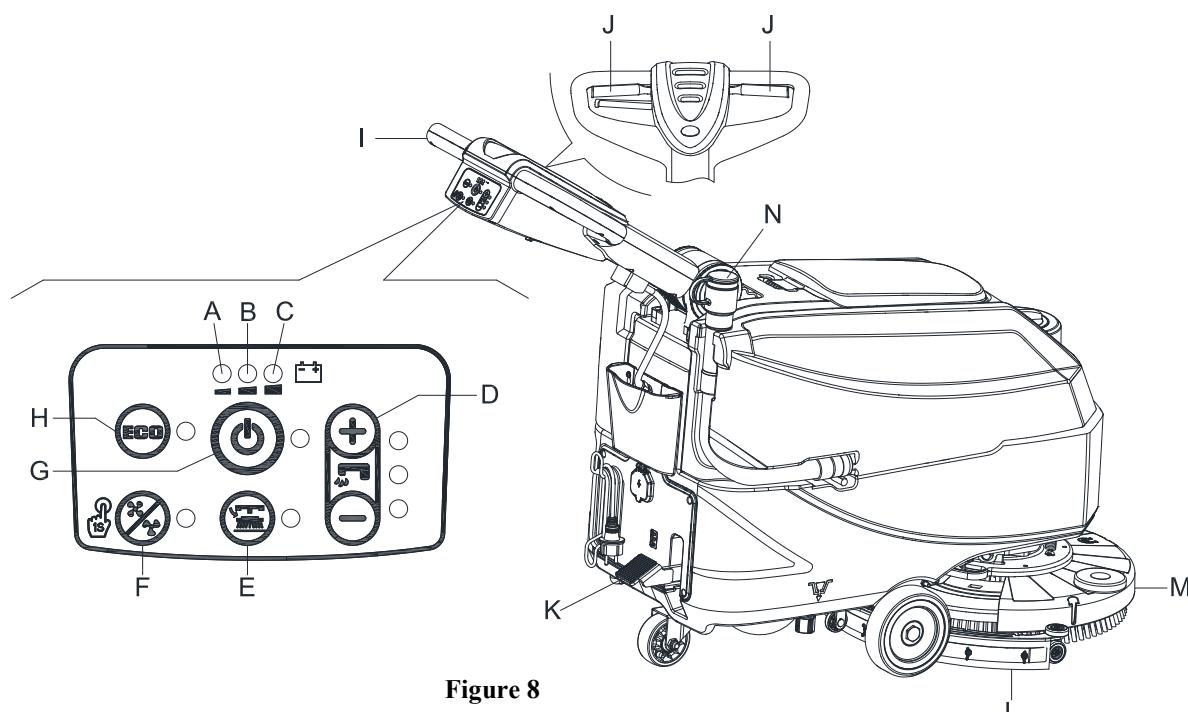
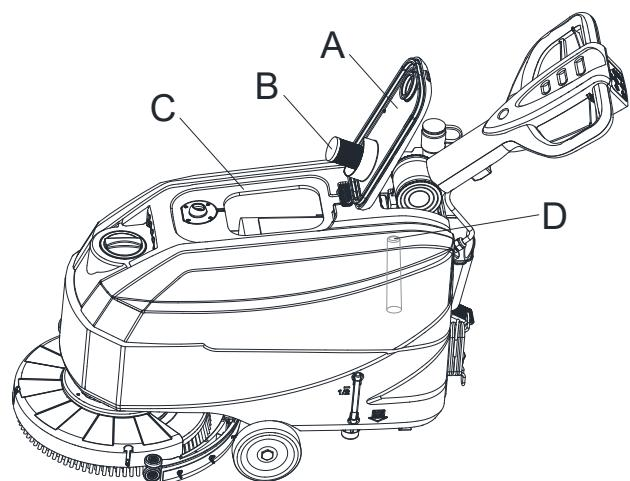

Figure 8
Figure 10
- Poussez la machine jusqu'à la zone à nettoyer en laissant les mains sur le guidon (I, Figure 8).
- Abaissez la tête de lavage (M, Figure 8) et la raclette (L) en soulevant la pédale (K).
- Appuyez sur l'interrupteur de démarrage (G, Figure 8). Vérifiez que le voyant d'avertissement vert (C) s'allume (batterie chargée). Si le voyant d'avertissement jaune (B) ou rouge (A) s'allume, éteignez le commutateur d'alimentation (G, Figure 8) et chargez les batteries (voir la procédure au chapitre Entretien).
- Appuyez sur les commutateurs de contrôle du débit d'eau de lavage (D, Figure 8) selon le type de nettoyage à effectuer.
- Commencez le nettoyage en poussant la machine avec les mains sur le guidon (I) et en appuyant sur le levier du contacteur de sécurité (J).
2. Tout en gardant les deux mains sur le guidon, appuyez sur le levier du contacteur de sécurité (J, Figure 8), puis manœuvrez la machine et commencez à laver/sécher le sol.
Lorsque le témoin d'avertissement vert (C, Figure 8) reste allumé, les batteries permettent à la machine de fonctionner normalement. Lorsque le témoin d'avertissement vert (C) s'éteint et que le témoin d'avertissement jaune (B) s'allume, il est conseillé de charger les batteries, car la charge restante ne dure que quelques minutes (en fonction des caractéristiques de la batterie et du travail à effectuer). Lorsque le voyant d'avertissement rouge (A) s'allume, les batteries sont complètement déchargées. Au bout de quelques secondes, la tête de lavage est automatiquement éteinte.
Un système automatique de fermeture à flotteur (B, Figure 10) bloque le système d'aspiration lorsque le réservoir d'eau de récupération (C) est plein. La désactivation du système d'aspiration est indiquée par une augmentation soudaine de la fréquence du bruit du moteur du système d'aspiration, le sol aussi ne sera pas sec.
Si le système d'aspiration s'éteint accidentellement (par exemple, lorsque le flotteur est activé en raison d'un mouvement soudain de la machine), pour reprendre l'opération : mettez hors tension le système d'aspiration en appuyant sur l'interrupteur (G, Figure 8), puis ouvrez le capot (A, Figure 10) et vérifiez que le flotteur à l'intérieur de la grille (B) est descendu jusqu'au niveau d'eau. Fermez ensuite le couvercle (A) et mettez le système d'aspiration sous tension en appuyant sur le commutateur (G, Figure 8).
Lorsque le réservoir d'eau de récupération (C, Figure 10) est plein, le vider selon la procédure suivante.
2. Soulevez la tête de lavage (M, Figure 8) et la raclette (L) en appuyant sur la pédale (K).
4. Videz le réservoir d'eau de récupération à l'aide du flexible (N, Figure 8). Ensuite, rincez le réservoir de récupération (C, Figure 10) à l'eau claire.
5. Retirez le couvercle du réservoir de récupération (A, Figure 10) et nettoyez l'intérieur du couvercle et la grille du flotteur du filtre (B) à l'eau propre.
6. Vérifiez si le réservoir de récupération (D, Figure 10) présente un corps étranger et nettoyez-le.